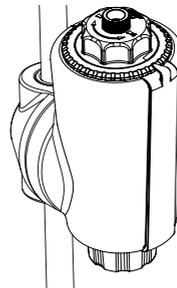
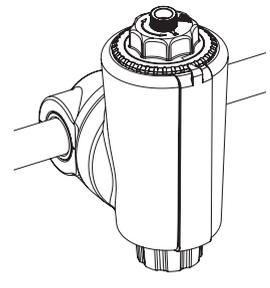

Abb.: 1 Einbau
Abb. 2: Einbau
- / Richten Sie die Hauptachse senkrecht aus [Abb. 1 Einbau / Abb. 2 Einbau].